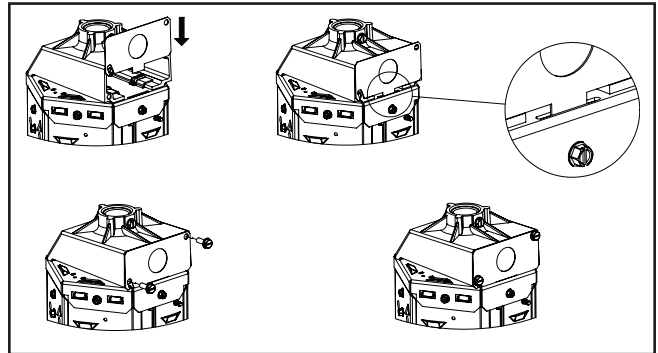

Figura 7.
7. Ajuste el TCB con los (2) tornillos hexagonales n.º 10 incluidos con la placa hasta una torsión de 15 lb-pulg. Asegúrese de que la placa se enganche en la ranura de la parte superior del alojamiento. (Figura 7.)